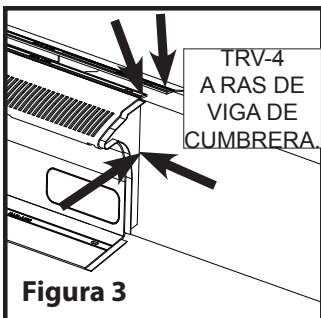

Figura 3
- Instalar la viga de cumbrera a la altura apropiada utilizando la plantilla suministrada. (véase la Figura 1) Es MUY importante que la salida de ventilación TRV-4 quede a ras de la viga de cumbrera para que haya buen sellamiento y circulación de aire. (véase la Figura 3)